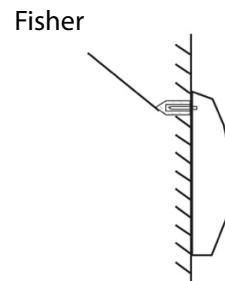

Fig.3
4. Monte o aparelho na parede (Fig. 3).